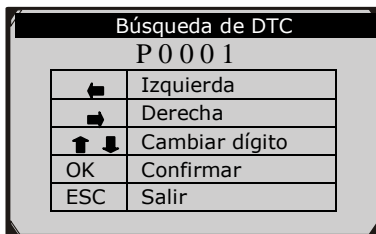

Figura 3.2
- 2) Desde la pantalla de **Búsqueda de DTC** use, el botón **IZQUIERDO/DERECHO** para moverse hacia el carácter deseado, use el botón **ARRIBA/ABAJO** para cambiar el dígito/carácter seleccionado y presione el botón **OK** para confirmar. (Figura 3.2)